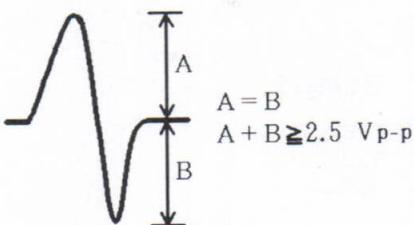

Figura 8
3. Contemplando la pantalla del osciloscopio, presione la tecla **TRACK FWD** y observe durante un momento la forma de onda de la figura 8. Verifique si la amplitud es de 2,5 Vp-p por lo menos y si la amplitud de las partes positiva y negativa son iguales. Como la forma de onda solamente sale durante un momento cuando se presiona la tecla TRACK FWD , presione una y otra vez esta tecla hasta que logre comprobar la forma de onda.